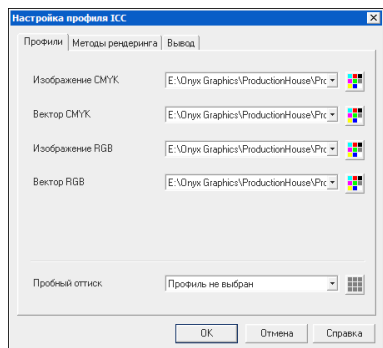

Рис. 2. Окно настройки профиля ICC
3. Если требуется выполнить специальную настройку профилей, щелкните кнопку **Изменить профили**. При этом откроется диалоговое окно «Настройка профиля ICC» (см. рис. 2). Выберите требуемые профили ввода, профили вывода и методы рендеринга, затем щелкните кнопку **ОК**.